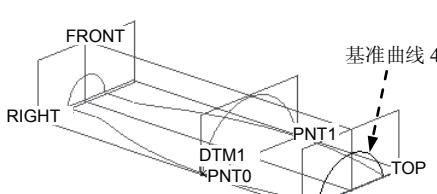
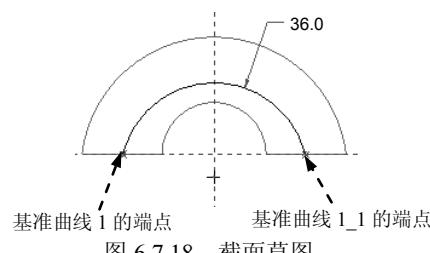

图 6.7.17 创建基准曲线 4
图 6.7.18 截面草图
Step10. 创建图 6.7.17 所示的基准曲线 4。
- (1) 单击“草绘基准曲线”按钮 。
- (2) 定义草绘截面放置属性：设置 DTM2 基准平面为草绘平面；采用默认的草绘视图方向；TOP 基准平面为草绘平面的参照，方向为 ；单击 按钮。
- (3) 进入草绘环境后，接受默认草绘参照，再选取基准曲线 1 和基准曲线 1_1 的端点为草绘参照，然后绘制图 6.7.18 所示的截面草图，完成后单击 按钮（注意：圆弧的两个端点分别与基准曲线 1 和基准曲线 1_1 的端点对齐）。